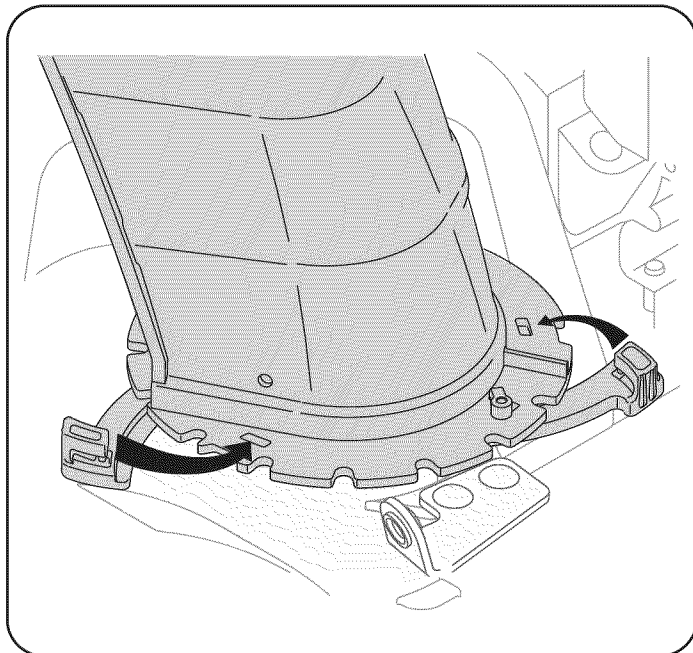

Figura 4
5. Cierre los fijadores de la brida para asegurar el montaje del canal a la base del canal. Vea la Figura 4. Los fijadores de la brida emiten un chasquido cuando están bien asegurados.